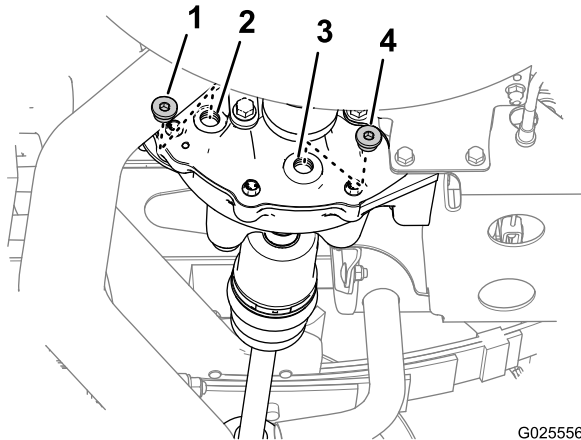

Figura 75
1. Allineate una bacinella di spurgo sotto il tappo di spurgo (Figura 75).
2. Rimuovete il tappo di riempimento e quello di spurgo dai relativi fori del differenziale (Figura 75).
4. Inserite il tappo di spurgo nel relativo foro (Figura 75) e serratelo tra 14 e 19 N m.
5. Aggiungete 550 ml dell'olio specificato nel foro di riempimento del differenziale (Figura 75).
6. Inserite il tappo di riempimento nel relativo foro (Figura 75) e serratelo tra 14 e 19 N m.